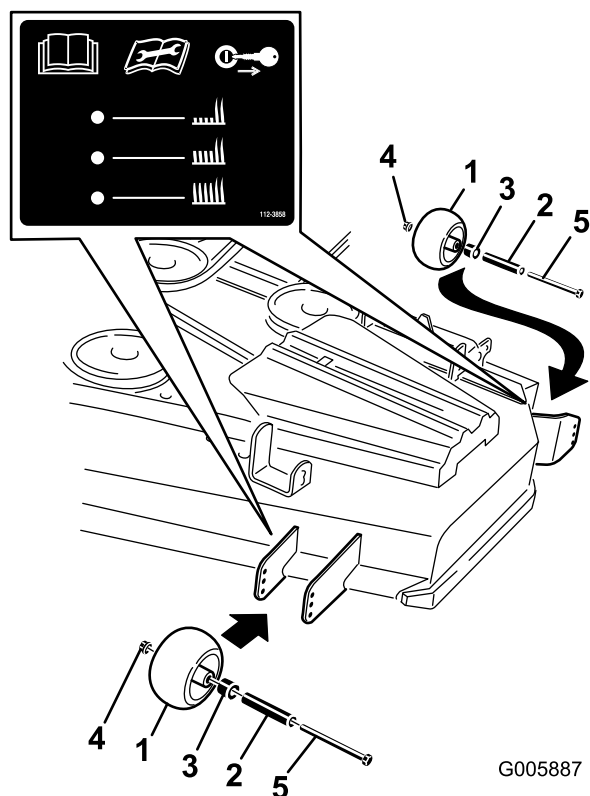
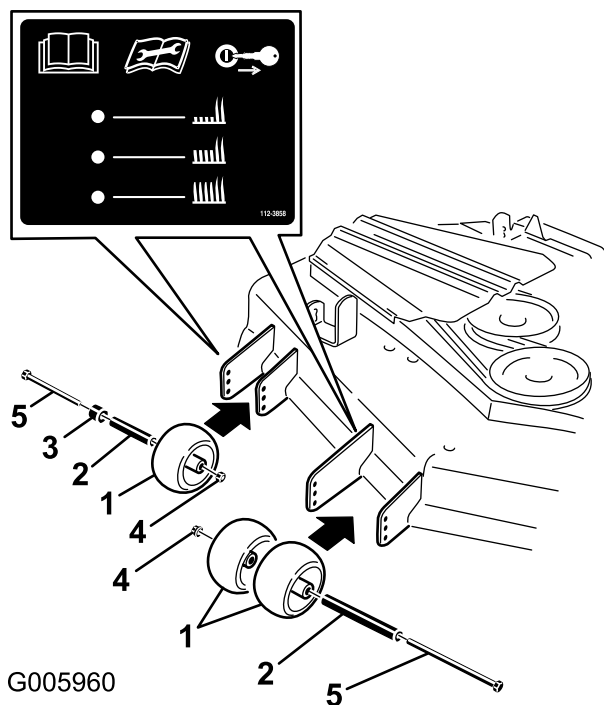

Figura 19
Figura 20
3. Una volta regolata l'altezza di taglio, regolate i rulli togliendo il dado flangiato, la boccola, il distanziale e il bullone (Figura 19 oppure Figura 20).
Nota: I due rulli centrali sono privi di distanziale (Figura 19 oppure Figura 20).
5. Montate il dado flangiato, la boccola, il distanziale ed il bullone. Serrate a 54-61 Nm (Figura 19 o Figura 20).